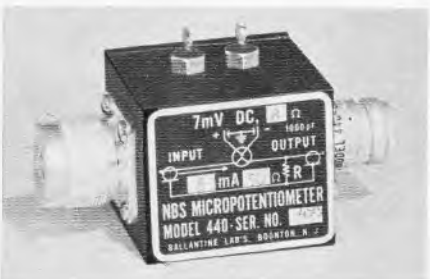

Bild 1. Ein Mikropotentiometer zum Herstellen exakt definierter Eichspannungen im Mikrovoltgebiet für Frequenzen bis zu 900 MHz
Eine neue Konstruktion für eine auch bei hohen Frequenzen zuverlässige Eichspannungsquelle für kleinste Spannungswerte stellt der als Micropotentiometer bezeichnete Baustein in Bild 1 dar. Bisher benutzte man für solche Zwecke Spannungsteiler, deren Eingangsspannung gemessen wurde. Die an einer niederohmigen Anzapfung des Teilers abgegriffene Kleinstspannung wurde aus dem Widerstandsverhältnis berechnet, aber bei sehr hohen Frequenzen ergeben sich dabei unkontrollierbare Fehler durch Streukapazitäten und Leitungsinduktivitäten. Bei dem hier besprochenen Baustein wird nun nach Bild 2 mit einem hochempfindlichen indirekt gekoppelten Thermokreuz unmittelbar der durch den niederohmigen Ausgangswiderstand R fließende Strom gemessen.
Thermokreuz und Ausgangswiderstand können im Baustein nach Bild 1 ausgewechselt und somit den benötigten Eichspannungen angepaßt werden. Mit einem Ausgangswiderstand von 0,02  $\Omega$  und einem Thermo-
Bild 2. Prinzip des Mikropotentiometers in Bild 1. Der Abschlußwiderstand R ist jedoch in Wirklichkeit als koaxiale Scheibe aus Widerstandsmaterial innerhalb der Ausgangsbuchse angeordnet
Bild 1 zeigt die Blockschaltung einer vollständigen Elektronenorgel. Transistoren werden oft verwendet in Tongeneratoren (N), im Vibrato- (A) oder Tremolo-Oszillator (C), in Teilern von Tonerzeugern (N), in Stromtoren für Tonübertragung (Q) oder Perkussion (V), in Modulatoren für Vibrato- (N) oder Tremolo-Antrieb (W), in Vorverstärkern (S, U, W), Endverstärkern (Y) und im Stromversorgungsteil (B).